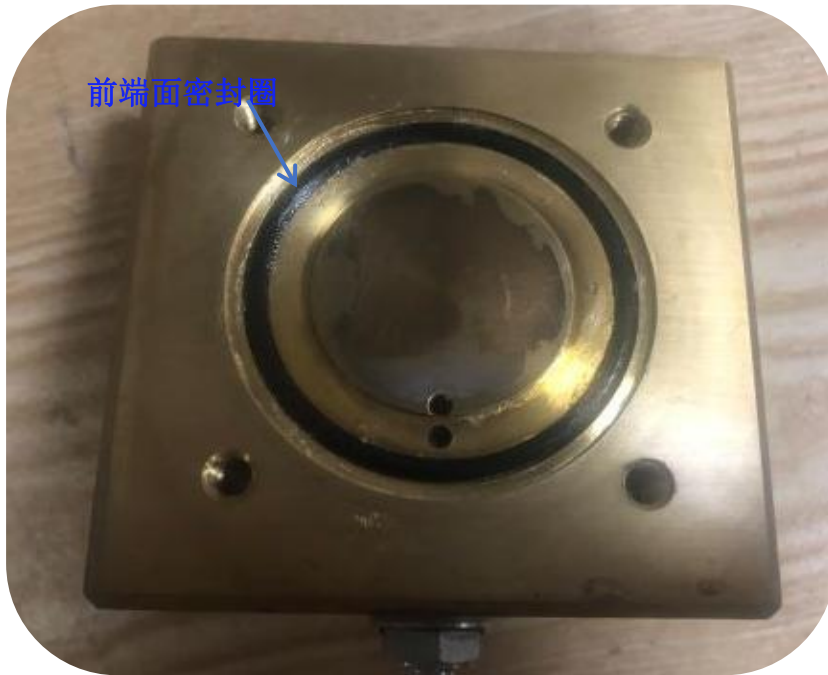

图 8 更换缸体前端面 O 型密封圈
2) 检查缸体前端面的密封圈：若密封圈完好则不用更换；若破损则取大小为 45.69\*2.62mm 的密封圈,更换前必须在密封圈表面均匀涂上 DC4 硅脂，更换完成如图 8 所示：